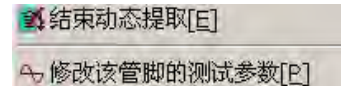

图 11
- ① 点击“停止动态测试”  按钮；
- ② 将光标对准正在动态提取的曲线，击右键弹出浮动菜单图 11，点击“结束动态提取”；
- ③ 将光标对准正在动态提取的曲线，双击鼠标左键，即可停止。